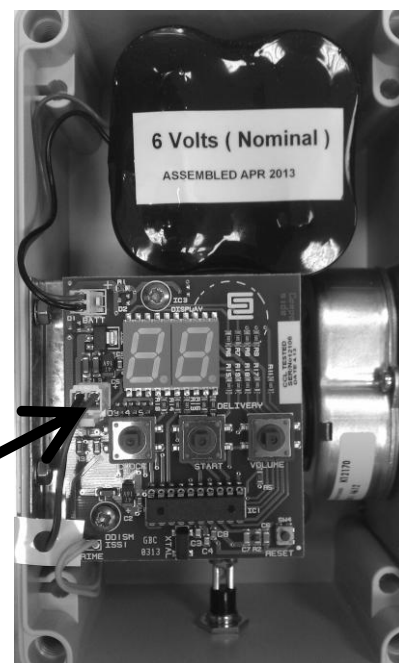

Рис.4
3.2.5. Подсоедините питающий кабель к разъему, как указано на рис. 4. Запрограммируйте систему (см. п.п.3.3.)